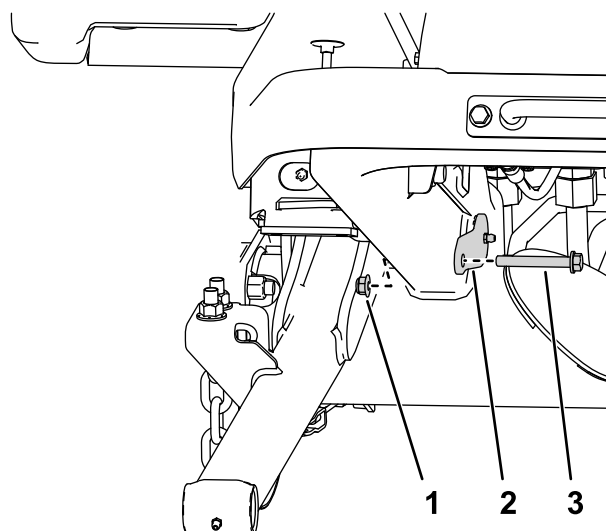

图 4
- D. 如 **图 4** 所示卸下将大销钉固定到提升臂上的螺母和螺栓。